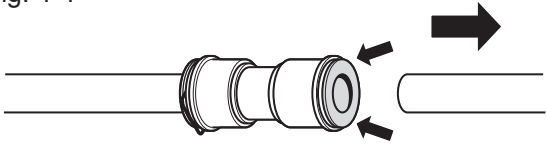

Fig. 4-5
1. Deșurubați șurubul capacului cu balamale și scoateți capacul (Fig. 4-5). Deconectați toate cablurile, cu excepția cablului de împământare.